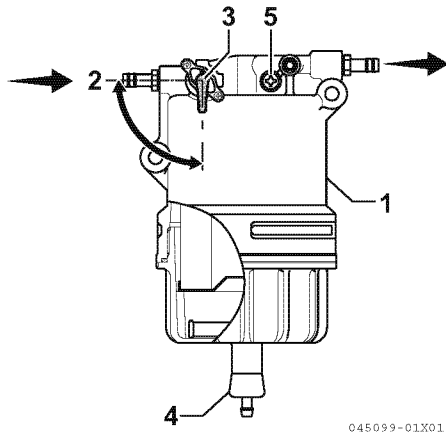

Figure 5
1. Placez un récipient agréé sous le séparateur d'eau (1, Figure 5) pour recueillir les impuretés.
2. Fermez la vanne de carburant (3, Figure 5) en la faisant tourner (2, Figure 5) en position.
3. Ouvrez le robinet de purge (4, Figure 5) dans la partie inférieure du séparateur d'eau. Purgez l'eau contenue à l'intérieur. Si l'eau ne s'égoutte pas, desserrez la vis de dégazage (5, Figure 5) en haut du séparateur d'eau, en la tournant 2 à 3 fois dans le sens contraire des aiguilles d'une montre.
4. Si l'eau ne s'égoutte toujours pas, ouvrez le robinet de carburant (3, Figure 5).